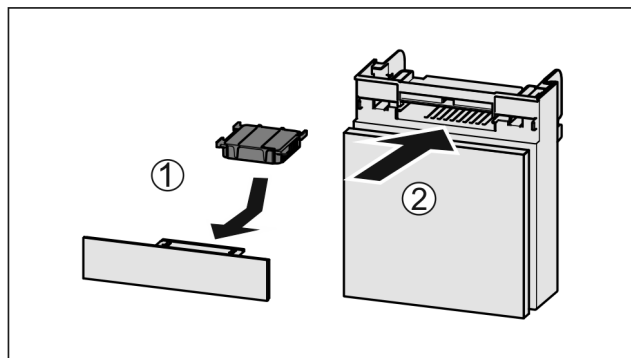

Fig. 158
- ▶ Вставити фільтр з активованого вугілля за малюнком Fig. 158 (1).
- ▶ Вставити відділення Fig. 158 (2).